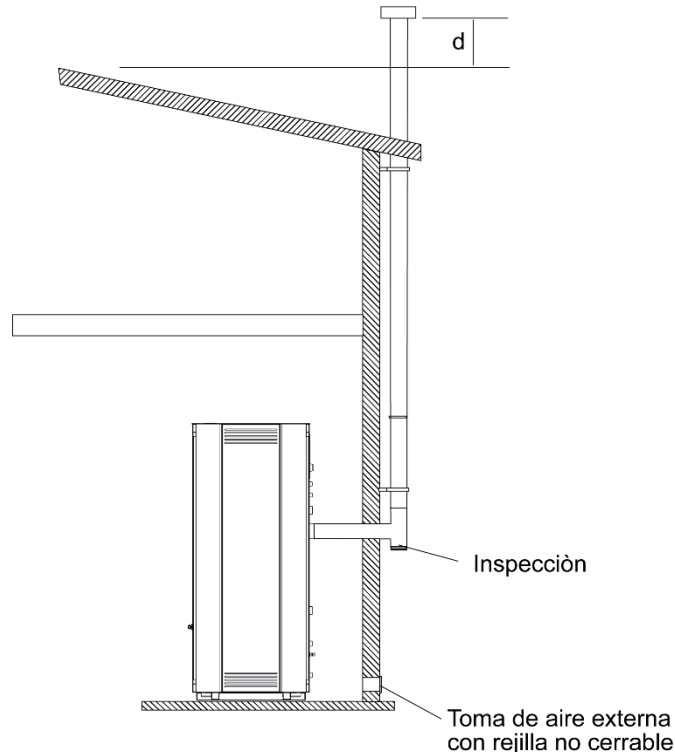

Fig. 5
- Se deben utilizar solo conductos aislados (doble pared) de acero inoxidable fijados al edificio (fig. 5)